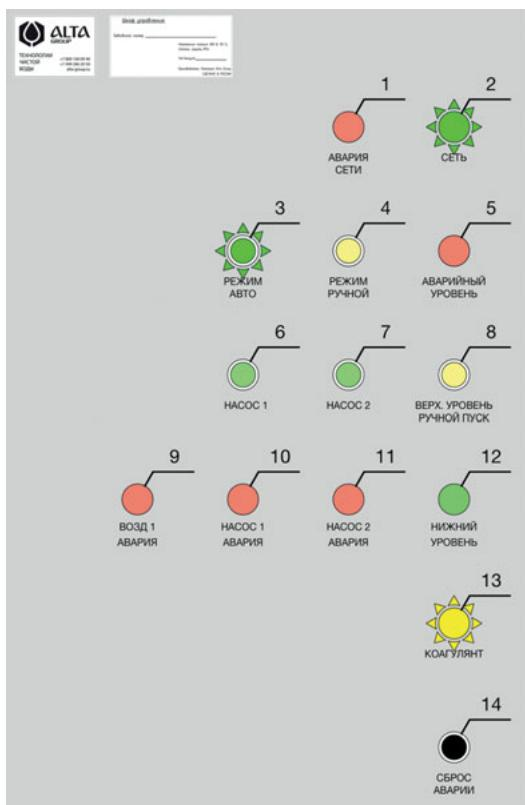

Рисунок 19. Внешний вид лицевой панели ШУ при срабатывании индикации отсутствия реагента в баке
На лицевой панели ШУ индицируется наличие/отсутствия реагента в баке при помощи лампы-индикатора (13) «КОАГУЛЯНТ», см. Рисунок 19. В качестве регистрирующего устройства используется универсальный емкостной датчик Alta Sensor, внешний вид датчика см. Рисунок 20, непосредственно дозирование реагента происходит по средствам насоса-дозатора Etatron B3-V PER1-3 90/260V SANT или аналог, внешний вид и органы управления насоса-дозатора Etatron B3-V PER1-3 90/260V SANT см. Рисунок 21.